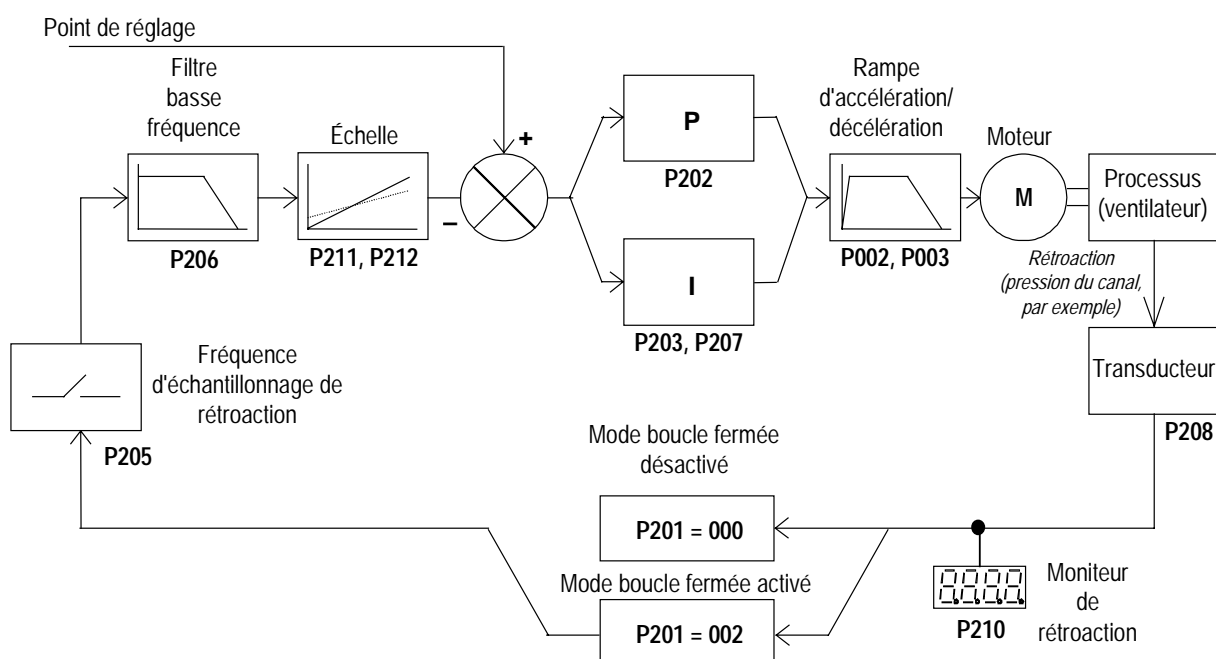

Figure 8 : Contrôle en boucle
Le NORDAC Trio dispose d'une fonction de contrôle proportionnelle et intégrale (PI) pour un contrôle en boucle (voir figure 8). Le contrôle PI est idéal pour les contrôles de température ou de pression, ou toute autre application dans lesquelles les variables contrôlées évoluent lentement ou les erreurs transitoires ne sont pas critiques. Le contrôle en boucle n'est **pas** adapté aux systèmes nécessitant des temps de réponse rapides.
Le contrôle en boucle ne peut être utilisé que si P201 est réglé sur 002. La plupart des paramètres associés au contrôle en boucle sont présentés à la figure 8. Les autres paramètres également associés au contrôle en boucle sont les suivants :